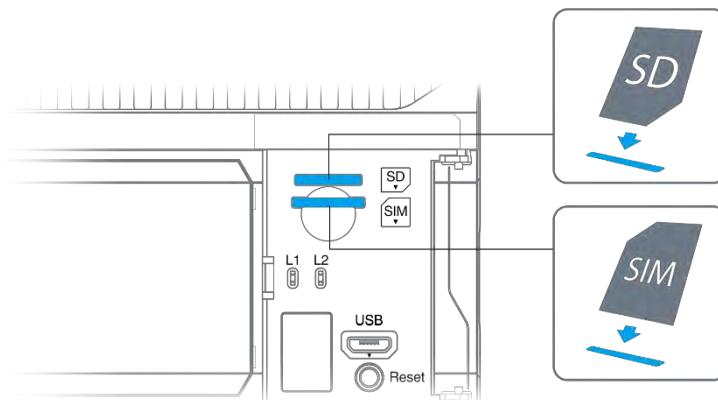

Рис. 57 –Установка и извлечение SD и SIM
- Сориентируйте карту как показано на Рис. 57;